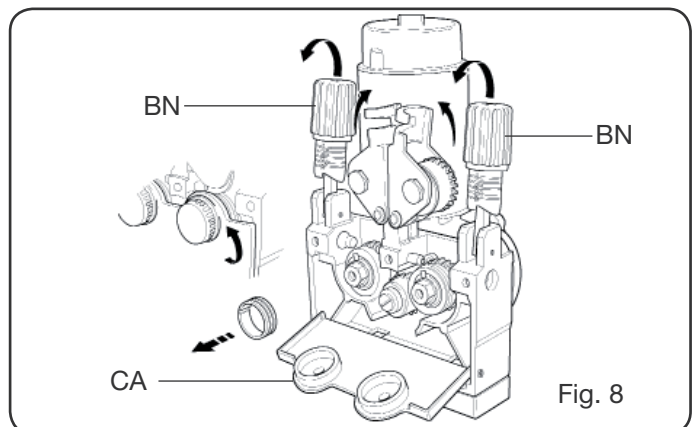

Fig. 8
- Verificar se o bordo dos rolos corresponde ao diâmetro do arame utilizado. Para a substituição, proceder do modo seguinte (Fig. 8):